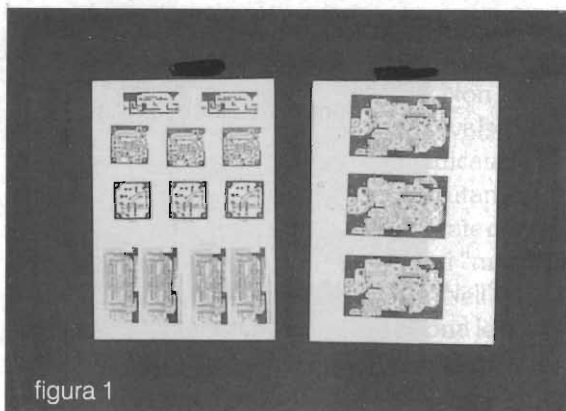

figura 1
- b) Si prende un foglio bianco formato UNI A4, sul quale (per esempio con PRITT) si incollano le 3 fotocopie precedentemente fatte, e se sul foglio rimane ancora spazio, si possono incollare le fotocopie di altri circuiti dei quali intendiamo fare il circuito stampato; (vedi figura 1)